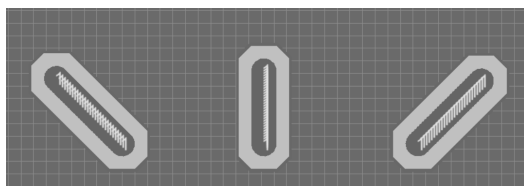

图 9-4-2 利用焊盘对象的叠加构成不规则形状焊盘
(2) 利用焊盘对象的叠加构成不规则形状焊盘。图 9-4-2 所示的焊盘就是将多个焊盘进行叠加而构成的(由多个焊盘 1 叠加组成), 这种焊盘在使用时若遇到 **DRC** 检查会报错, 因为规则设置中不允许焊盘叠加。